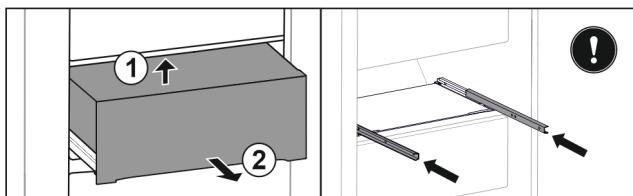

Fig. 52
- Приподнимите выдвижной ящик сзади снизу. Fig. 52 (1)
- Извлеките выдвижной ящик движением вперед. Fig. 52 (2)